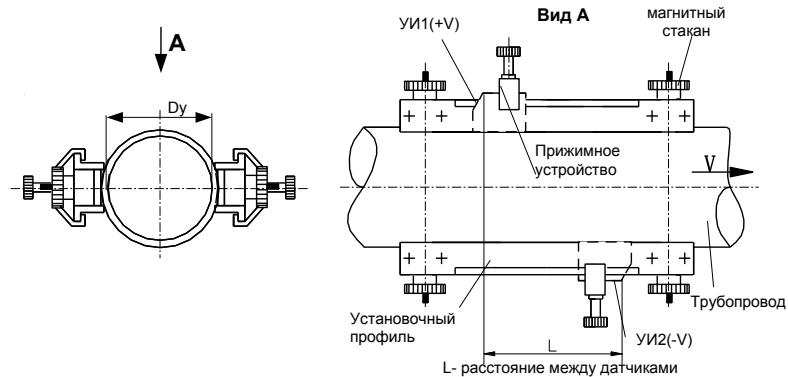

Рис. 4. Установка датчиков на трубопроводы  $Dy < 500$  мм
8.1.31. Установка ПП-1 по варианту “Z” (рис. 4, 5, 6)